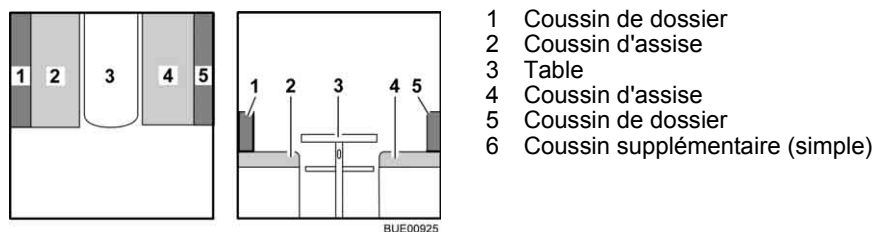

Fig. 92 Avant la transformation
- Convertir la table (Fig. 92,3) en sommier de lit (voir paragraphe 6.12).